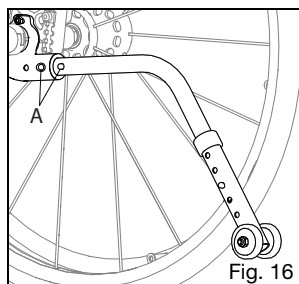

Fig. 16
Come installare gli anti-ribaltamento standard (Fig. 16)
1. Premere il perno di sgancio anti-ribaltamento posteriore (Fig. 16:A) sul tubo anti-ribaltamento in modo che entrambi i perni di sgancio si ritirino all'interno.